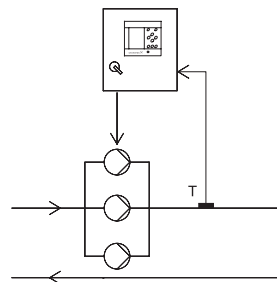

Рис. 24 Температура в напорном трубопроводе
- Температура в напорном трубопроводе, см. рис. 24.